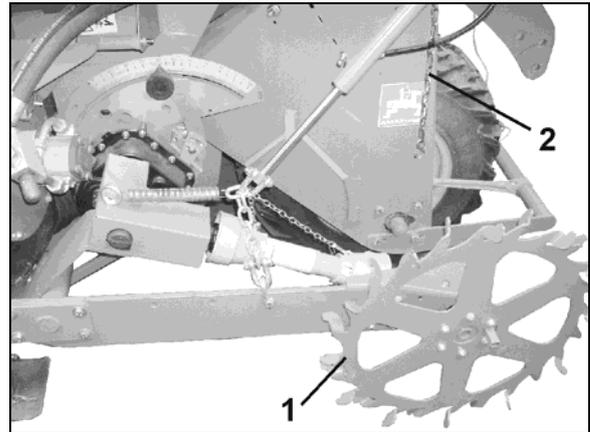

Fig. 68
1. Unmittelbar vor Arbeitsbeginn das Spornrad (Fig. 68/1) entsichern (Fig. 68/2) und absenken (Steuergerät *natur*) und das Steuergerät in Schwimmstellung bringen.